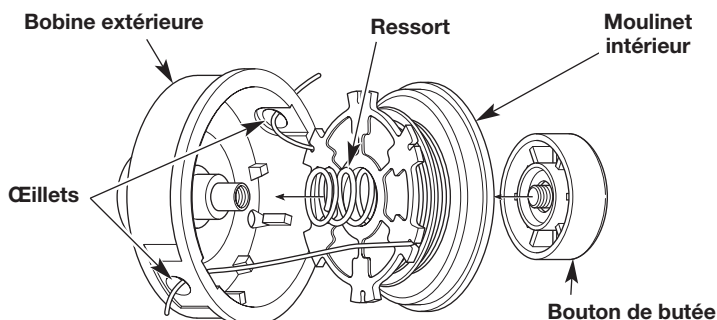

Fig. 17
1. Passez les deux extrémités du fil à travers les œillets situés sur la bobine extérieure. Placez le ressort à l'intérieur du moulinet. Insérez le moulinet dans la bobine extérieure. Poussez ensemble le moulinet et la bobine extérieure (Fig. 17).